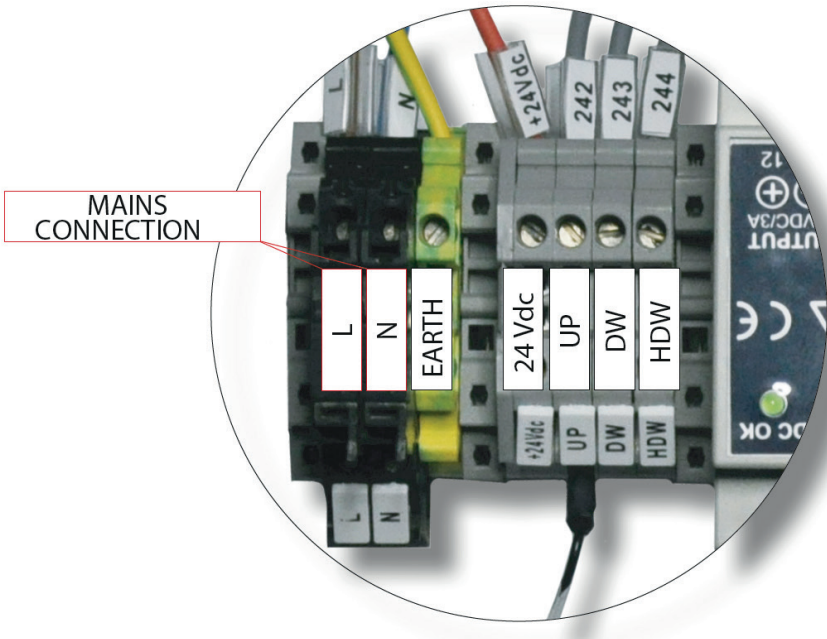

Рис. 3
6. Для управления лифтом при помощи коммутационного модуля нужно замкнуть соответствующие контакты внутренней системы (см. рис. 3):